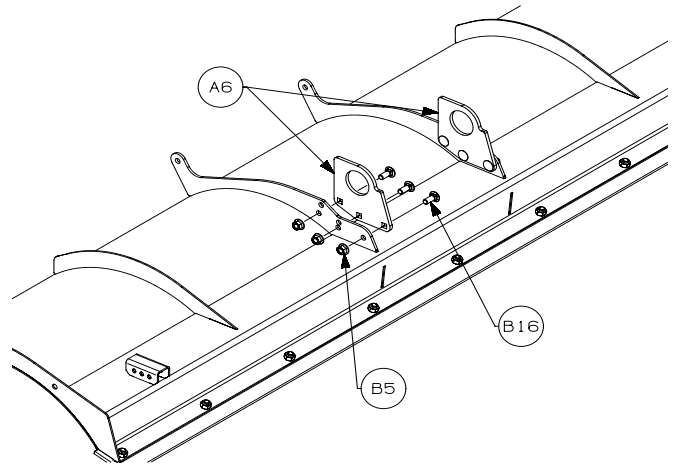

Figure 1
2. Poser les fixations (B5, B16). Serrer les fixations aux couples de serrage indiqués. Voir la figure 1.